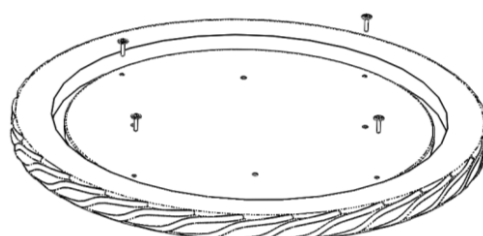

Рисунок 2.
3.3. Освободить проставку (2) от столешницы (1), открутив 4-е винта М6х40 (7) с 4-мя шайбами $\varnothing 6$ (8). Рис.2.